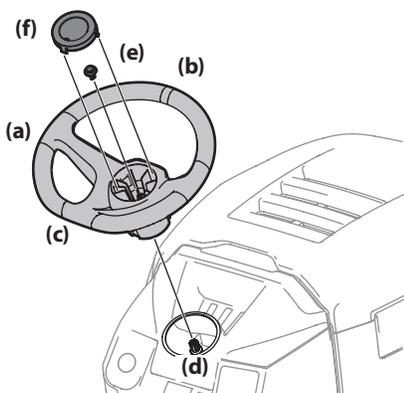

Figure 9
- Placez les roues de l'appareil de sorte qu'elles pointent vers l'avant, puis placez le volant de direction (a) sur l'arbre de direction (d) en vous assurant que la ligne (b) au milieu du volant (a) pointe vers l'avant et que la partie plate (c) du volant (a) soit face au siège. Voir Figure 9.